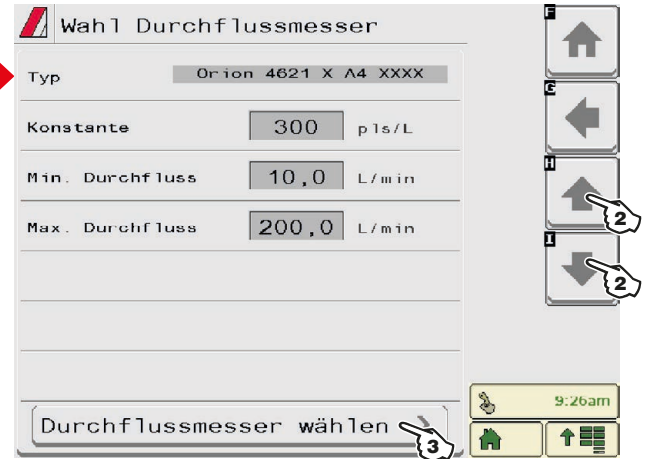

Abb. 39
- 1 Geben Sie den installierten Durchflussmesser ein, indem Sie diesen aus der Liste in Abb. 39 auswählen (die Tasten 2 zum Durchscrollen der Menüpunkte und 3 zum Bestätigen verwenden).